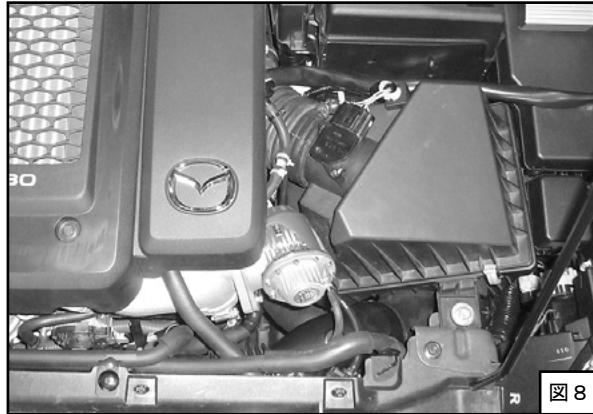

図8
- (9) インタークーラカバーを元のように取付けてください。(図8)
- (10) バッテリのマイナス端子(ー)にケーブルターミナルを取付けてください。